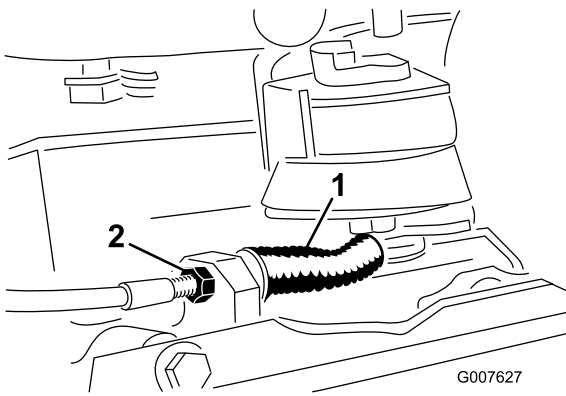

图40
- 要减少拉线的张力应拧松前拉线锁紧螺母同时拧紧后锁紧螺母 图40。必要时重复步骤 1 和 2 并调节张紧力。
- 要增加拉线的张力应拧紧前拉线锁紧螺母同时拧松后锁紧螺母 图40。必要时重复步骤 1 和 2 并调节张紧力。